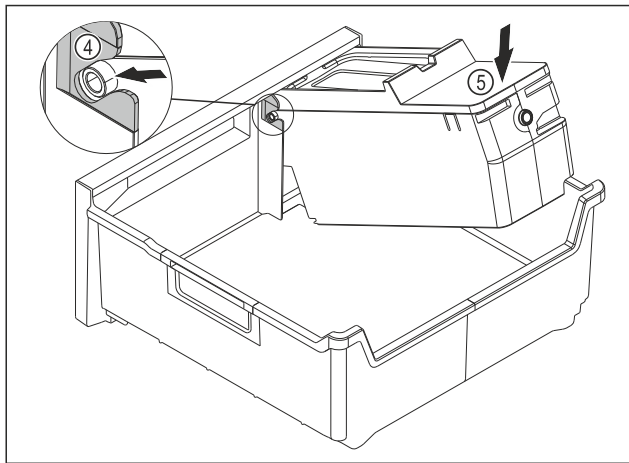

Fig. 192
- EasyTwist-Ice-corpus monteren: Assen van de EasyTwist-Ice-corpus in de geleidingen Fig. 192 (4) schuiven.
- EasyTwist-Ice-corpus Fig. 192 (5) achter omlaag drukken.